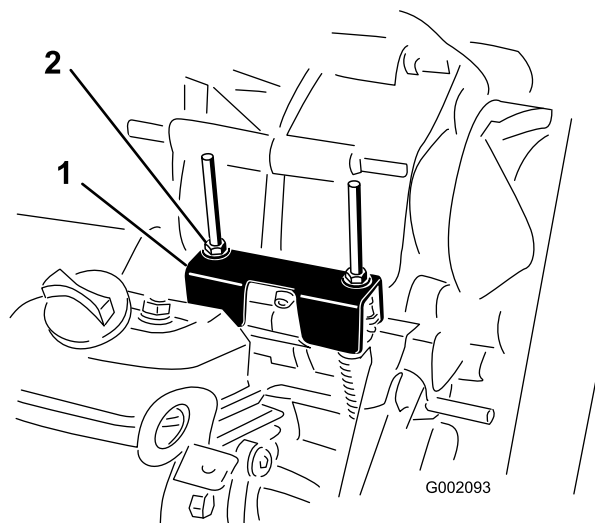

Figura 58
Durante l'esecuzione della manutenzione ordinaria e/o della diagnostica del motore, portate il transaxle in FOLLE (Figura 58). La macchina è dotata di una posizione FOLLE sulla leva del cambio che controlla la folle nel transaxle. Per accertarvi che la leva del cambio in folle agisca correttamente sulla posizione di folle del transaxle, osservate i punti sotto indicati:
2. Assicuratevi che la staffa di folle sia in posizione FOLLE (a livello della staffa di montaggio per cavo che si trova sotto la staffa del cambio) girando la frizione della trasmissione (Figura 58).
3. Ruotate uno dei dadi di bloccaggio (Figura 58) per ottenere un gioco di 0,762–1,524 mm tra la base del dado/della rondella e la staffa di folle.